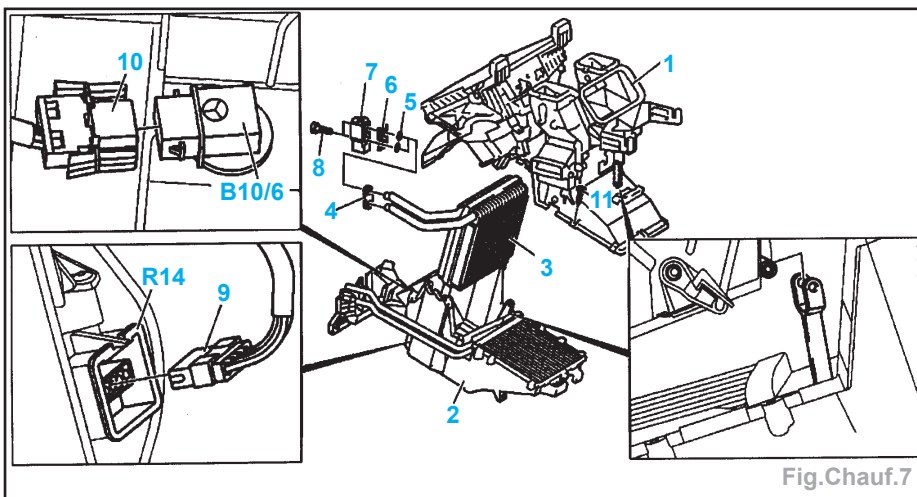

Fig. Chauff.7
- la sonde (B10/6) de température de l'évaporateur (Fig. Chauff.7).
- Débrancher la fiche (9) de résistances.
- Desserrer les vis (11) sur le pourtour.
**Nota :** Une des vis (11) se trouve sous le joint.
- l'évaporateur (3) hors de la partie Inf. du caisson,
- la valve d'expansion (7) de l'évaporateur.